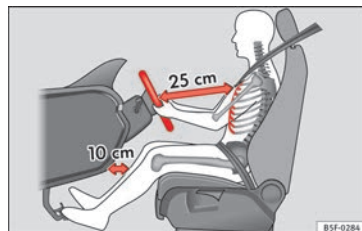

Abb. 72 Der richtige Abstand des Fahrers zum Lenkrad.
- Stellen Sie das Lenkrad so ein, dass der Abstand zwischen Lenkrad und Brustkorb mindestens 25 cm beträgt » **Abb. 72.**
- Stellen Sie den Fahrersitz so ein, dass zwischen Ihrem Brustkorb und der Lenkradmitte ein Abstand von mindestens 25 cm vorhanden ist » **Abb. 72.** Beträgt der Abstand weniger als 25 cm, kann Sie das Airbag-System nicht richtig schützen.